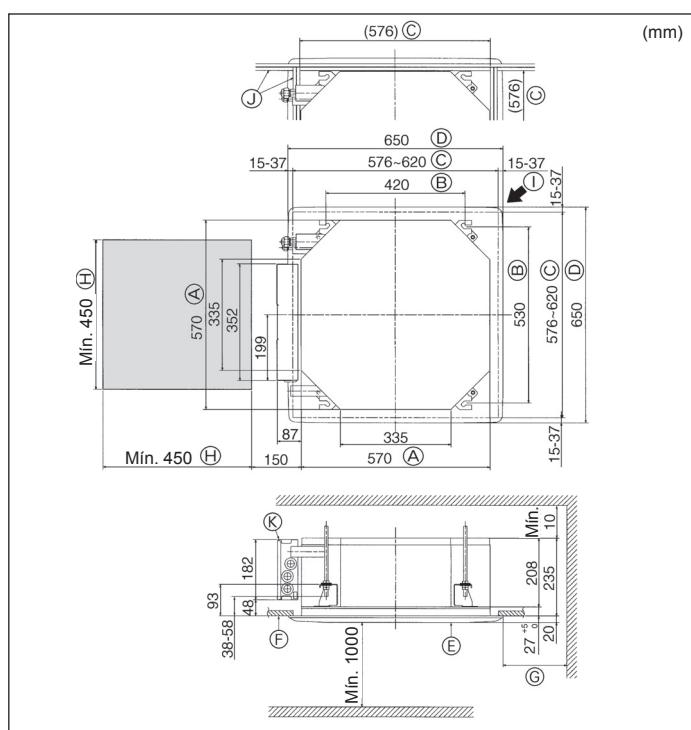

Fig. 4-2
②	Arandelas (con aislamiento) Arandelas (sin aislamiento)	4 4
③	Cubierta de tubería (para junta de tubería de refrigerante) diámetro pequeño (líquido) diámetro grande (gas)	1 1
④	Abrazadera (grande) Abrazadera (pequeña)	6 2
⑤	Tornillo con arandela (M5 × 25) para montar la rejilla	4
⑥	Tubo de desagüe	1
⑦	Aislante	1
⑧	Tornillo de fijación para ⑨ de 3,5 × 16 (negro) (Para SLZ-KA-VAL(2))	2
⑨	Soporte del controlador remoto (Para SLZ-KA-VAL(2))	1
⑩	Pila (AAA) (Para SLZ-KA-VAL(2))	2
⑪	Controlador remoto inalámbrico (Para SLZ-KA-VAL(2))	1
4.2. Apertura del techo y ubicación de los tornillos de suspensión (Fig. 4-2)